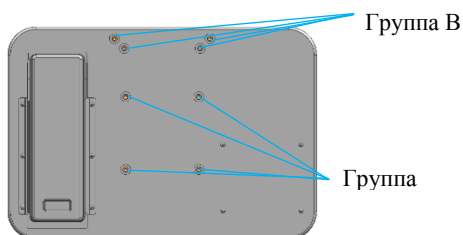

Рис. 18.1
3. Перед креплением деревянной столешницы к электрическому подъемному столу, пожалуйста, отвинтите четыре болта М6х18 мм Группа А) с помощью гаечного ключа (рис.18.1).